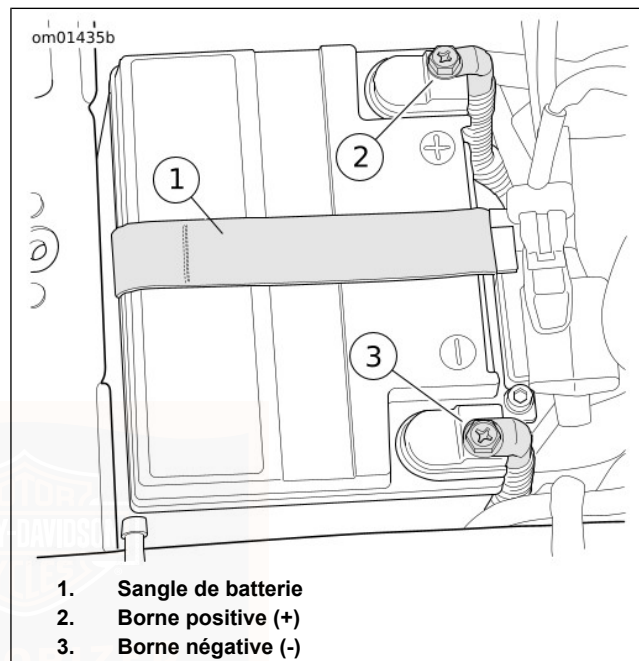

Figure 88. Compartiment de batterie
9. Voir Figure 88. Déconnecter les deux câbles de la batterie en commençant par le câble négatif.
2. Voir Figure 88. Placer la batterie dans son plateau avec les bornes dirigées vers l'avant.